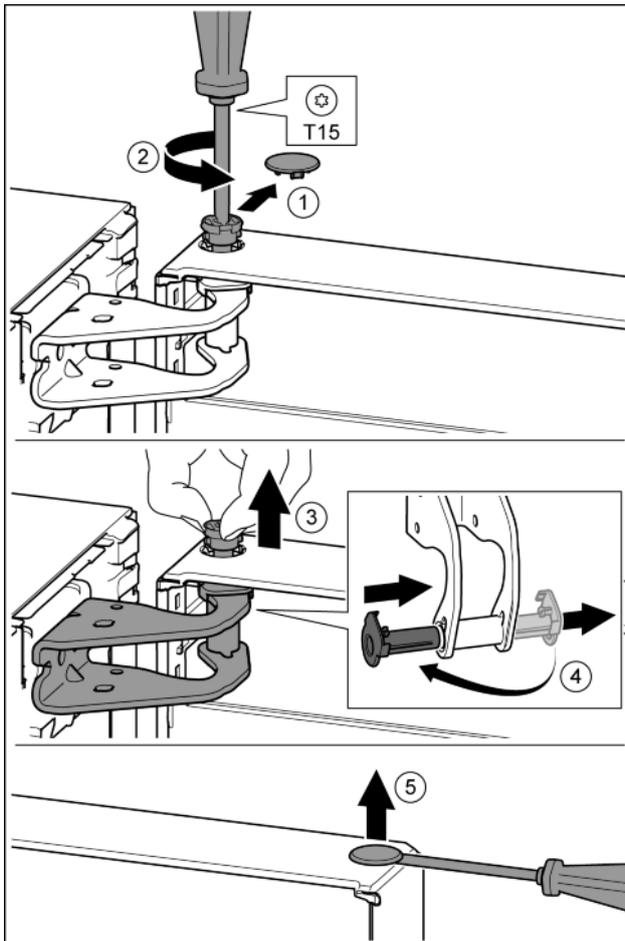

Fig. 8
- Uzmanīgi noņemiet aiztura pārsegu. Fig. 8 (1)
- Ar skrūvgriezi T15 mazliet izskrūvējiet tapu. Fig. 8 (2)
- Noturiet durvis un izskrūvējiet tapu ar pirkstiem. Fig. 8 (3)
- Izvelciet gultņa ieliktni no vadīklas. Ievietojiet un nofiksējiet no otras puses. Fig. 8 (4)
- Uzmanīgi ar plakano skrūvgriezi paceliet un izvelciet ārā aizbāzni no durvju gultņa ieliktna. Fig. 8 (5)